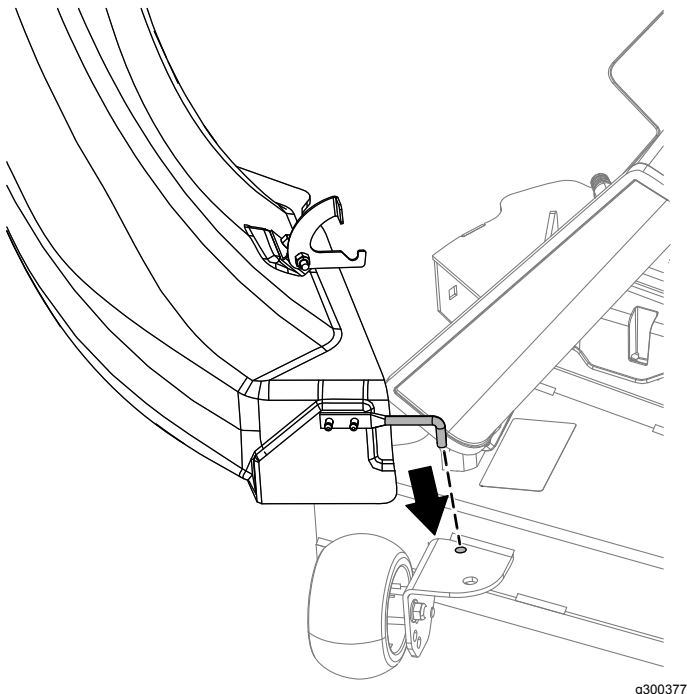

Figure 16
1. Basculez la goulotte et insérez la goupille dans le trou sur le plateau de coupe, comme montré à la Figure 16.